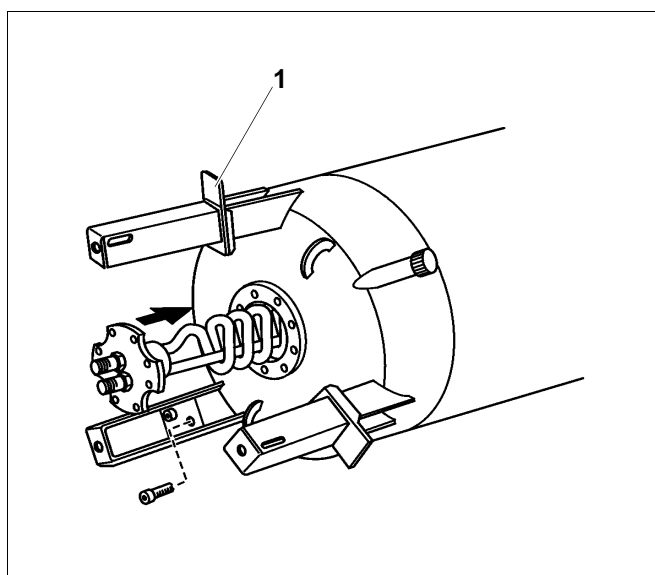

Fig. 3 Inserimento da sotto
- Appoggiare di lato il corpo dell'accumulatore (fig. 3).
Le alette (fig. 3, pos. 1) per l'appoggio dell'isolazione termica devono essere rivolte verso l'esterno.
- Inserire lo scambiatore termico, con coperchio d'ispezione e guarnizione, da sotto oppure da sopra nel corpo dell'accumulatore (fig. 3).